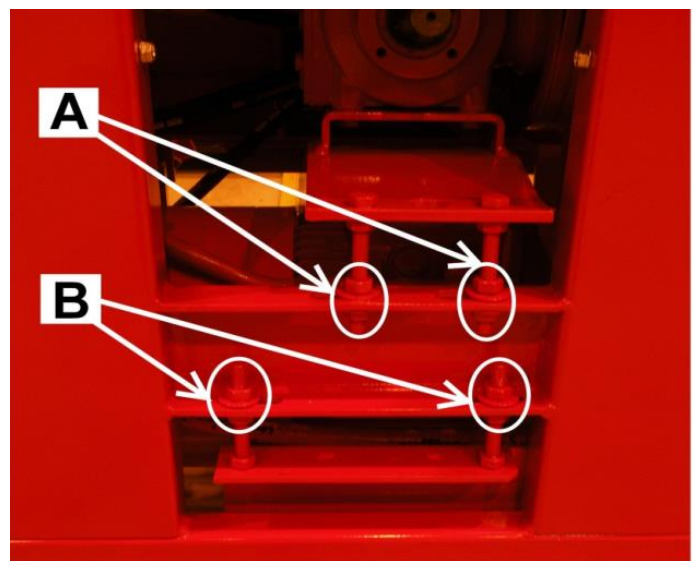

Bild 78.
2. Lyft vinkelväxels bädd tillräckligt högt med hjälp av ställskruvorna B (bild 78, 4 st.) så att du kan ta bort kilremmarna (3 st. A3) från vinkelväxels remskiva.
7. Dra åt kilremmarna till korrekt spänning genom att sänka vinkelväxels bädd med ställmuttrarna A (bild 78).